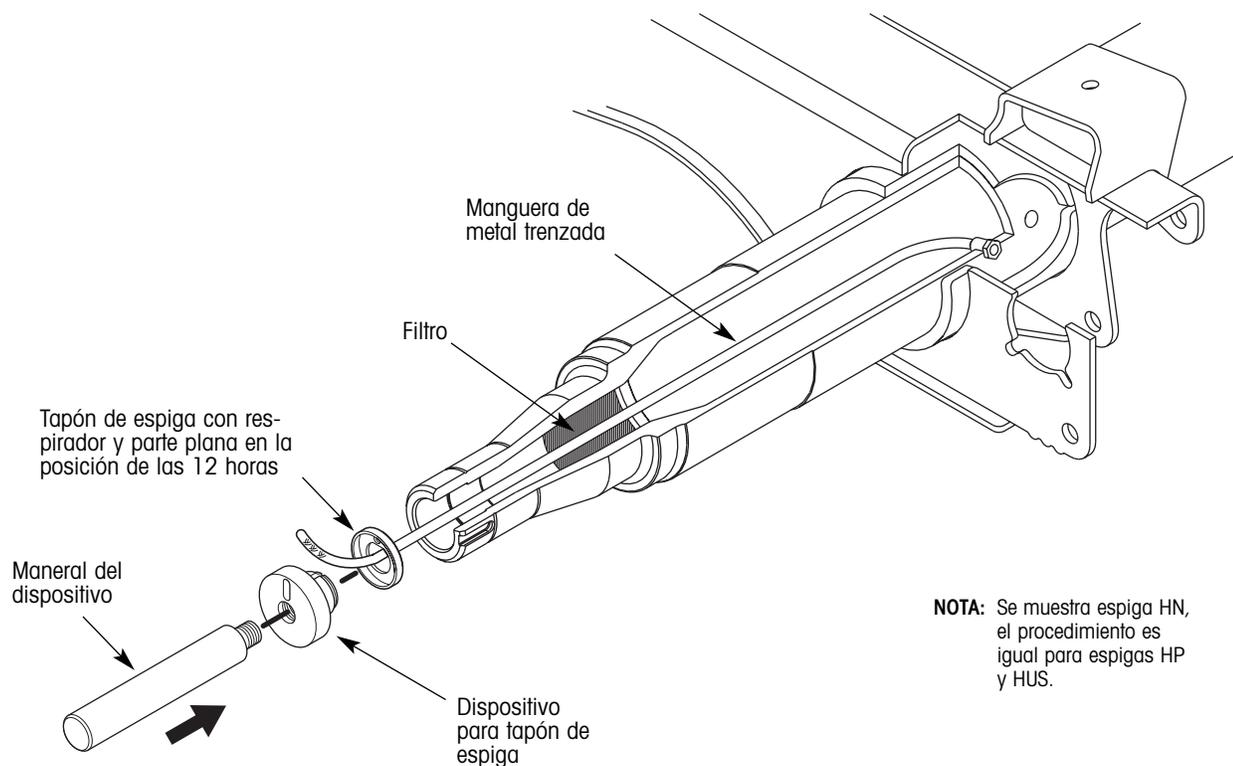

Figura 9. Instalación del tapón de espiga
- Dispositivo para instalar el tapón de la espiga (figura 9), excepto si el tapón ya esta instalado en el eje desde fábrica
1. En un lado del eje, rutee la manguera del eje a través del centro del tapón de espiga (figura 9).